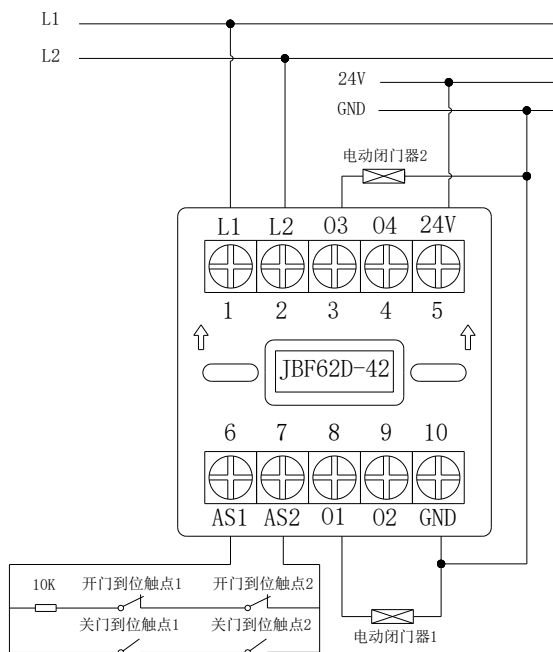

图3 接线示意图
- ◆ 持续输出DC24V：O1(端子8)、GND（端子10）：接被控设备1；O3(端子3)、GND（端子10）：接被控设备2。模块正常监视时，O1端与O3持续输出DC24V，启动后O1/O3端停止输出DC24V。被控设备1与被控设备2之间的启动间隔默认为6S。接线方式见图3。